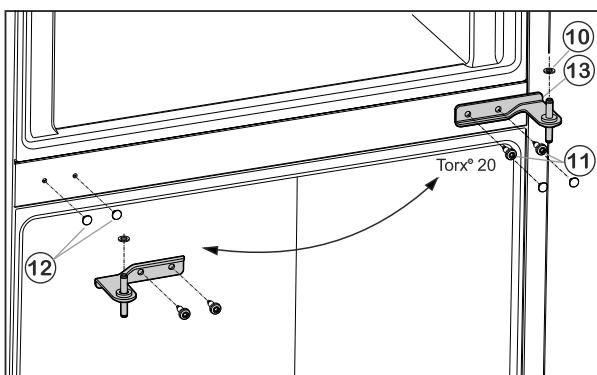

Fig. 6
- Внимателно издърпайте капациите Fig. 6 (12) и отново ги поставете на срещуположната страна.